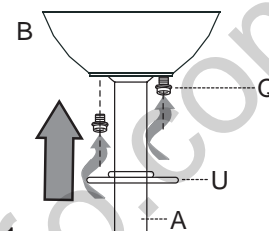

Fig. 1
1. Localice los dos tornillos para montaje de la cubierta (Q) en la parte inferior del soporte de montaje (C) y quite el tornillo para montaje de la cubierta (Q) que está localizado más cerca del extremo abierto del soporte de montaje (C). Afloje parcialmente el otro tornillo para montaje de la cubierta (Q). Eleve la cubierta (B) hasta el soporte de montaje (C). Ponga la parte redondeada del agujero con ranura en la cubierta (B) encima del tornillo para montaje de la cubierta (Q) aflojado en el soporte de montaje (C) y empuje hacia arriba. Gire la cubierta (B) para cerrarla. Vuelva a introducir el tornillo para montaje de la cubierta (Q) que se quitó, y luego apriete bien ambos tornillos para montaje de la cubierta (Q). Suba la decoración para la cubierta (U) hasta la cubierta (B), alineando la parte redondeada de los agujeros con ranura en la parte inferior de la decoración para la cubierta (U) con las cabezas de tornillo en el fondo de la cubierta (B). Gire la decoración para la cubierta (U) a la derecha (en el sentido de las agujas del reloj) hasta que ya no gire. [Fig. 1]